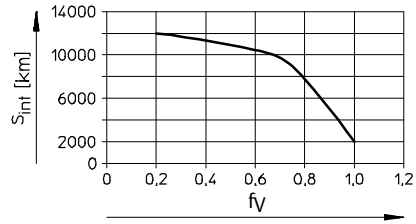

Fig. 8
- En présence d'**un** de ces facteurs, diviser par deux l'intervalle de graissage S_{int} (→ Fig. 8).
1. Calculer le facteur de comparaison de charge f_v au moyen de la formule des charges combinées (→ 11 Caractéristiques techniques) et lire l'intervalle de graissage S_{int} (→ Fig. 8).